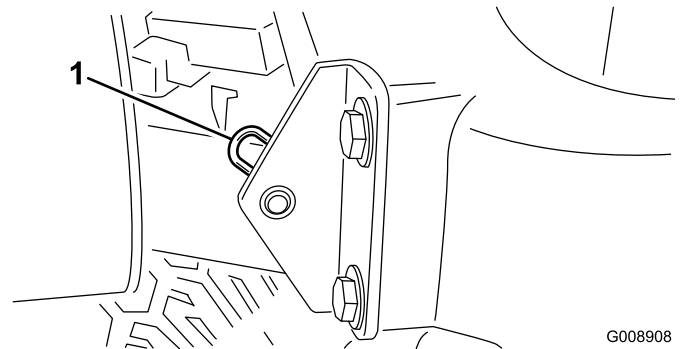

Figura 40
- Togliete la coppiglia che fissa il perno del cofano alle staffe di montaggio (Figura 40).